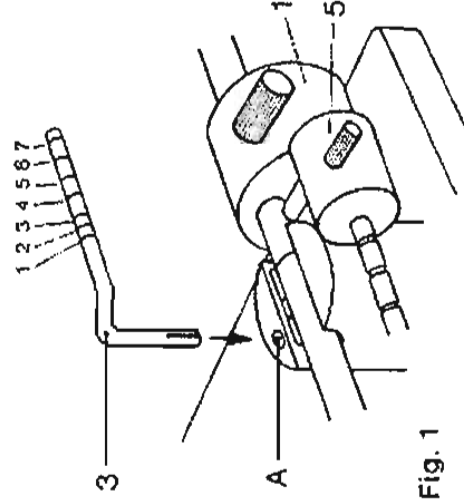

Fig. 1
- 1 varilla acodada (3)
- 1 pieza con anillo semicircular en plástico (23)
- 1 peso de 1 gr. (22)
- 1 peso de 4 gr. (22)
Los croquis de la fig. 1 y 2 muestran claramente la colocación de dichas piezas. La varilla acodada (3), se introduce a presión en el orificio que se percibe en lo alto de pivote del brazo. La otra pieza (23), se acopla al cuerpo del pivote del brazo, procurando que el pequeño tetón del anillo, encaje en el orificio dispuesto en el pivote.